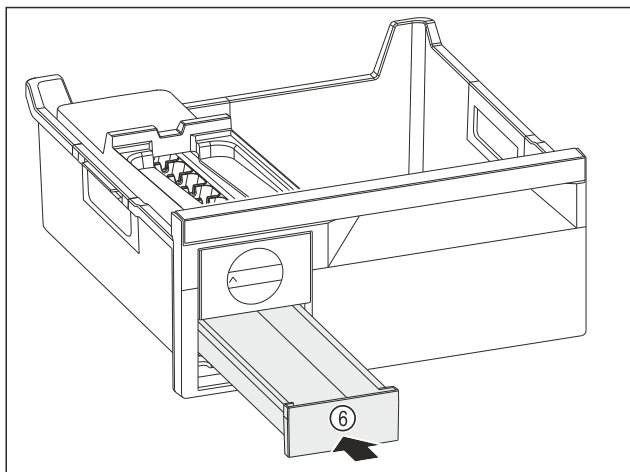

Fig. 141
- ▶ Inserați sertarul pentru cuburi de gheață Fig. 141 (6).